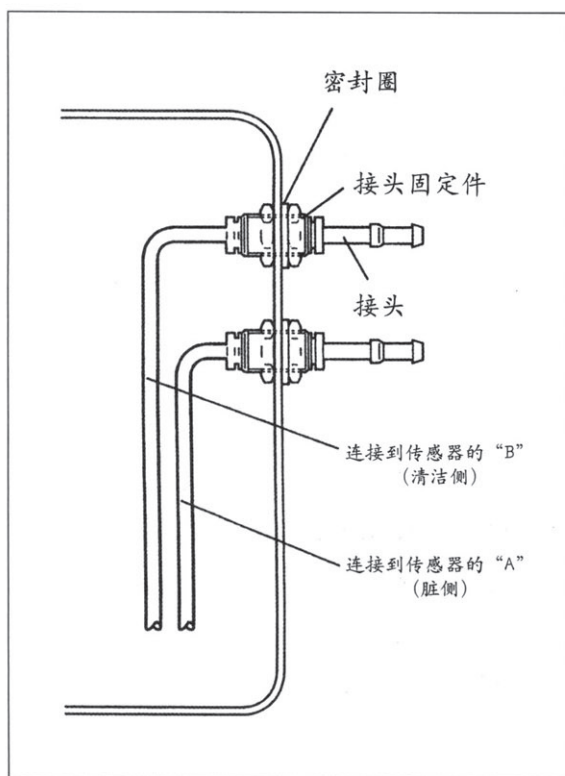

图22、安装接头组件
- 4、按图22安装接头固定件、软管接头和密封圈；
7、按图22用细管子将压力传感器与接头固定件连接；